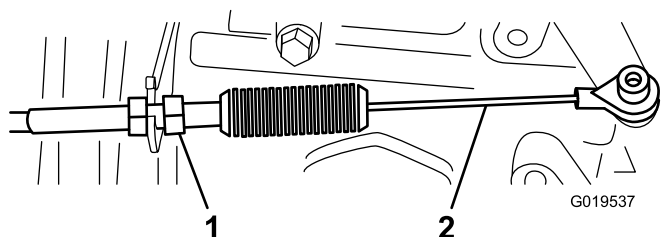
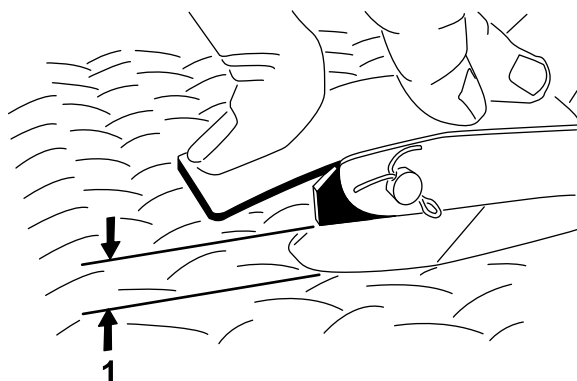

Figure 62
Figure 63
2. Réglez la rotule sur le câble d'accélérateur (Figure 62) pour obtenir une garde de 2,54 à 6,35 mm entre le bras de la pédale d'accélérateur et le haut du plancher quadrillé (Figure 63) lorsque vous appliquez une force de 11,3 kg au centre de la pédale.
3. Serrez le contre-écrou (Figure 62).